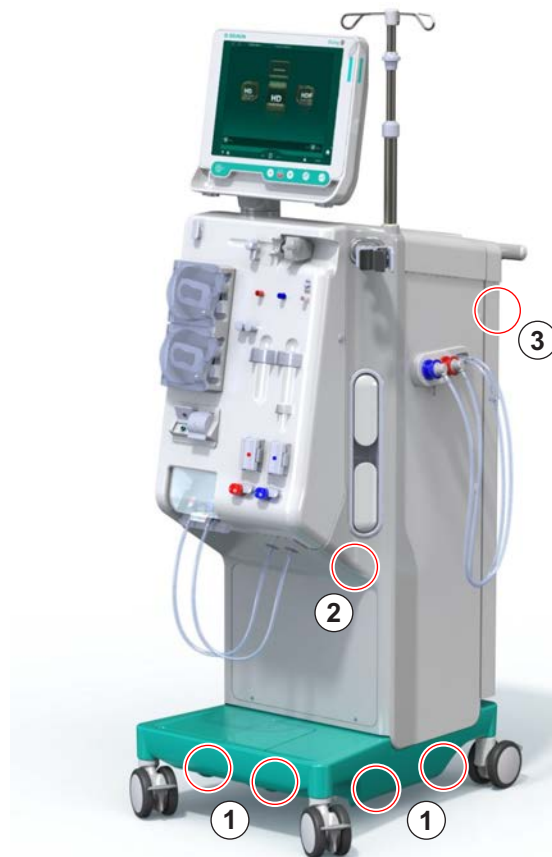

Abb. 4-3 Anfasspunkte zum Tragen des Geräts
2. Gerät am Sockel (Abb. 4-3, ①), an der Rückwand ③ und/oder am Vorsprung ② an der Gerätevorderseite halten.